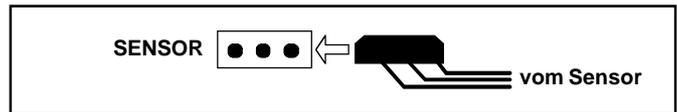

Abbildung 5
- Schließen Sie den Sensor am Eingang SENSOR an, wie in Abbildung 5 gezeigt.